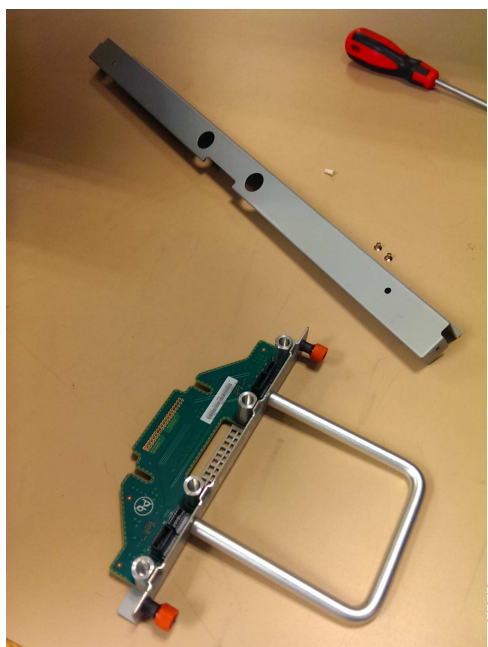

图 81. 机箱的 FIB 部件
1. 将新的 FIB、外盖和外盖螺钉（图 81 中所示）集中放在一个安全的位置。